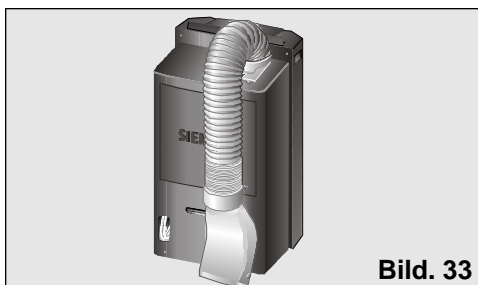

Bild. 33
- För att göra detta böjer Du röret mot apparatens baksida och fäster det vid apparaten med den speciella hållare som finns på luftspridaren, **Bild 33** och **34**.